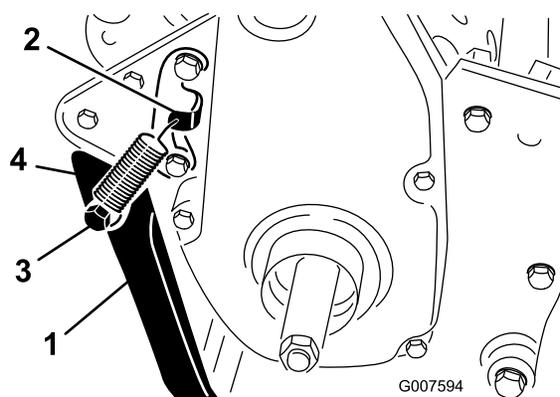

図 6
スプリングブラケットの穴とスプリングスタッドの穴に引っ掛ける 図 6。
3. キックスタンドをフレームの左右に固定するボルト、ロックワッシャ、スペーサ、平ワッシャ、ロックナットを使う 図 6。